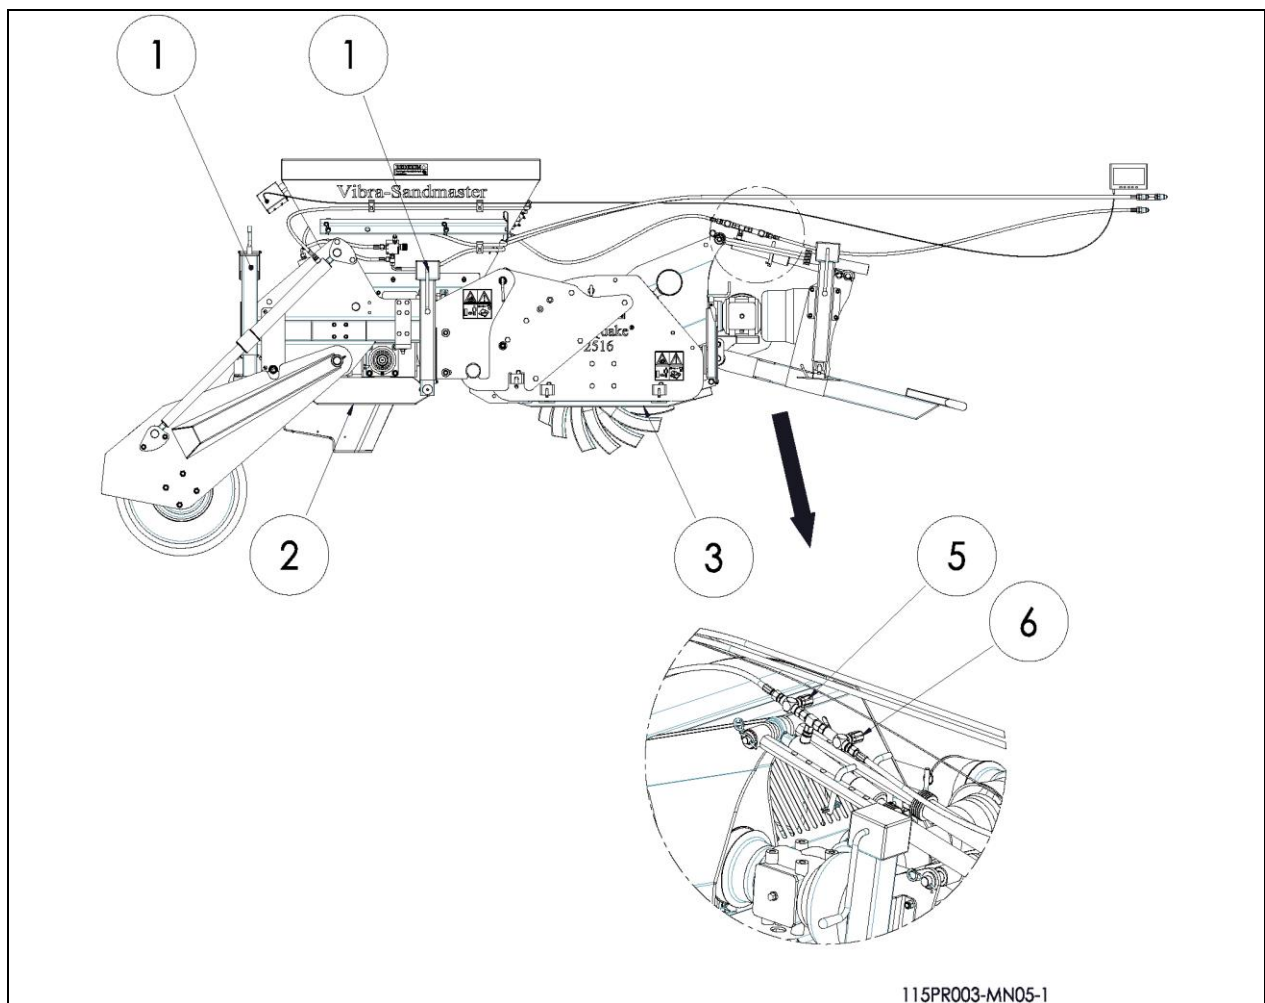

Fig. 10
7.0 REGOLAZIONE DELLA PROFONDITÀ DI LAVORO (Fig.10)
La Vibra-Sandmaster ha un sistema di sollevamento composto da due parti (fig. 10).